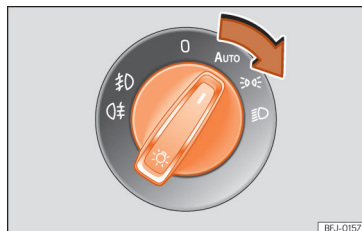

Abb. 69 Instrumententafel: Bedienelement Licht
- Schalten Sie die Zündung ein und stellen Sie den Lichtschalter in die gewünschte Position » » (Abb. 69):